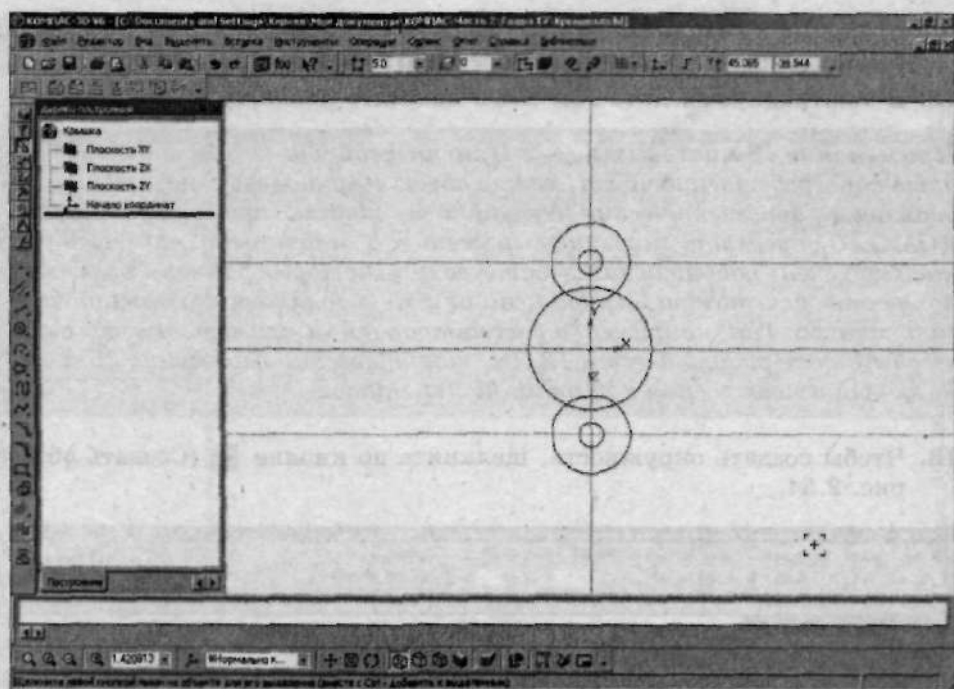

Рис. 2.55. Постройте оставшиеся окружности
14. Аналогично постройте окружности на пересечениях горизонтальных прямых с вертикальной. Параметры окружностей: две окружности с диаметром **5 мм**, и две окружности с диаметром **16 мм**. В результате рабочая область должна выглядеть как на рис. 2.55.